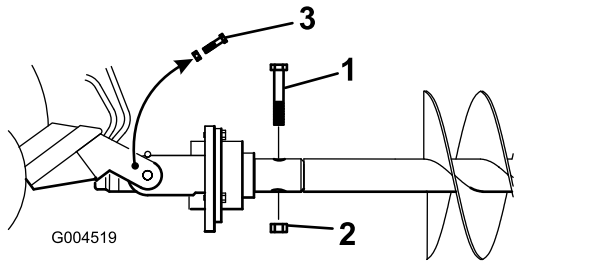

Figura 8
10. Fissate la trivella alla testata motrice con un bullone ($7/8'' \times 4\frac{1}{2}''$) e un dado ($7/8''$), come mostrato nella Figura 8.